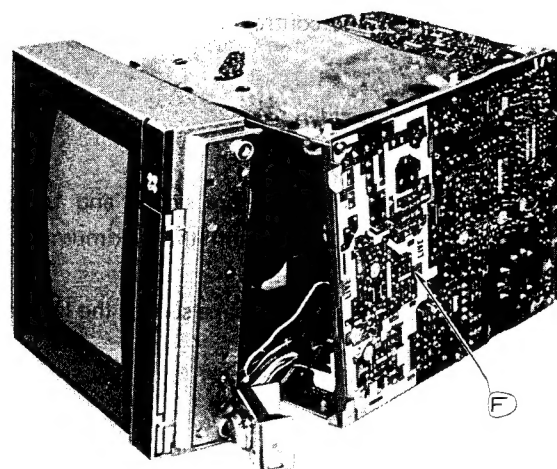

Fig. 6
1. Remove one screw (F) as shown in fig. 6.
1. 1 Schrauben (F) entfernen, wie in Abb. 6.